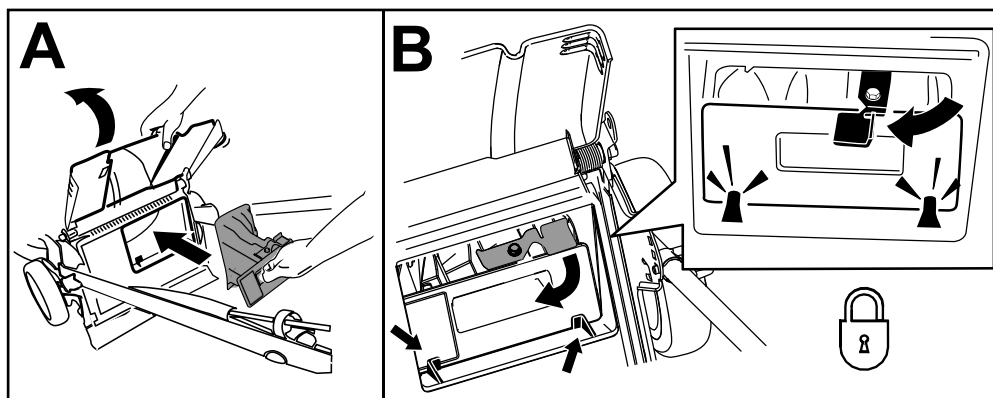

Figura 15
**Importante:** Asegúrese de que el tapón trasero está bloqueado en su sitio. Para bloquear el tapón: levante el deflector trasero (**Figura 15, A**), introduzca el tapón y presione firmemente hasta que encaje detrás de las pestañas, y gire la palanca del tapón a la izquierda (**Figura 15, B**).